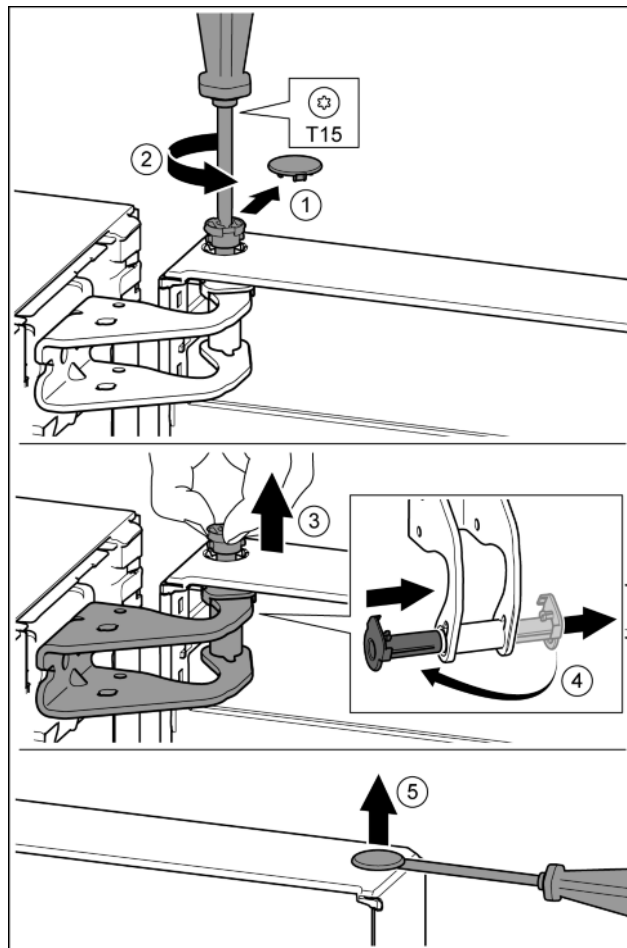

Fig. 13
- Свадете внимателно предпазния капак. *Fig. 13 (1)*
- С отвертка T15 отвийте малко болта. *Fig. 13 (2)*
- Дръжте здраво вратата и с пръсти извадете болта. *Fig. 13 (3)*
- Извадете лагерната втулка от водача. Поставете от другата страна и фиксирайте. *Fig. 13 (4)*
- С плоска отвертка внимателно повдигнете тапата от лагерната втулка на вратата и я извадете. *Fig. 13 (5)*